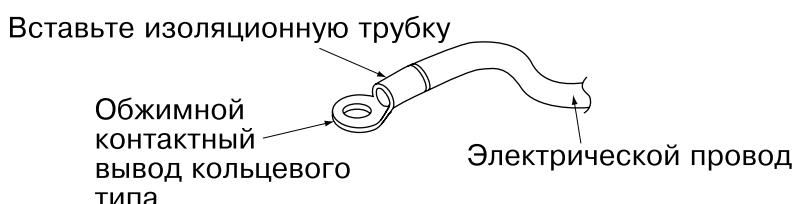

Рис. 21
1. Для присоединения проводов к клеммной колодке источника питания пользуйтесь обжимными круглыми выводами. (**См. рис. 21**)